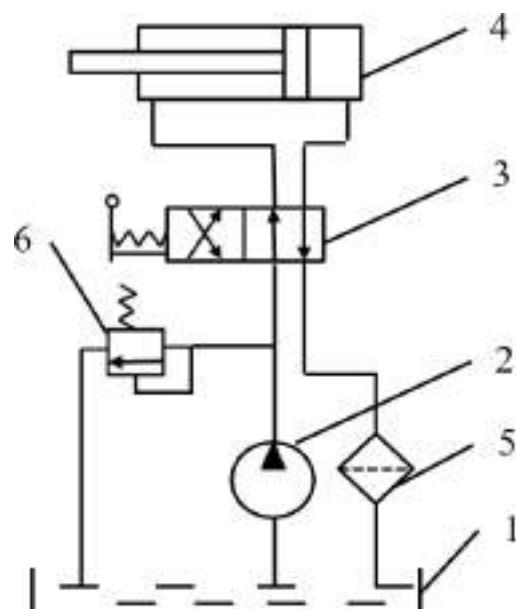

Рис. 1.3. Схема гидропривода с выходным звеном
- гидропривод поступательного движения (рис. 1.3), в котором в качестве гидродвигателя применяется гидроцилиндр – двигатель с возвратно-поступательным движением ведомого звена (штока поршня, плунжера или корпуса);